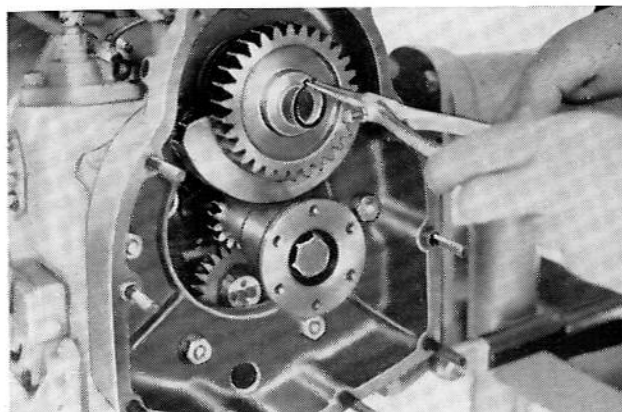

Fig. 81
- Monter l'engrenage contre-poids avec roulements à aiguilles, rondelles d'épaulement en acier et le circlips (fig. 81).